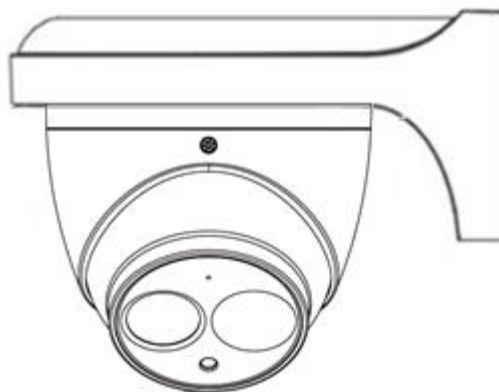

Рисунок 5.11
5.5.10 Прикрепите монтажное основание видеокамеры к кронштейну, наденьте корпус на устройство и закрепите болтами (рис.5.11).